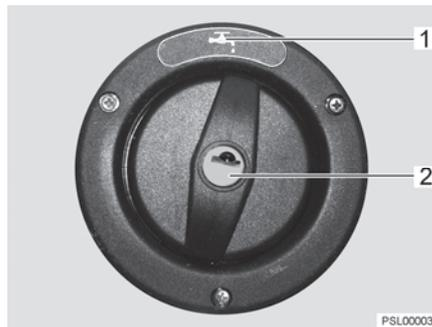

Bild 136 Verschlussdeckel für Trinkwasser-Einfüllstutzen
Der Trinkwasser-Einfüllstutzen ist mit dem Symbol "☰" (Bild 136,1) gekennzeichnet. Der Verschlussdeckel wird mit dem Schlüssel für die Außenklappenschlösser geöffnet und verschlossen.
- Schlüssel in Schließzylinder (Bild 136,2) stecken und eine viertel Umdrehung entgegen dem Uhrzeigersinn drehen.
- Trinkwasser-Einfüllstutzen (Bild 136) öffnen.